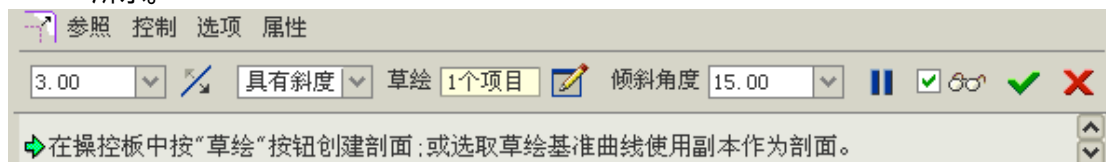

图 50-27
(2) 单击菜单【编辑】 【偏移】选项，打开偏移特征操控板，各选项设置如图 50-27 所示。